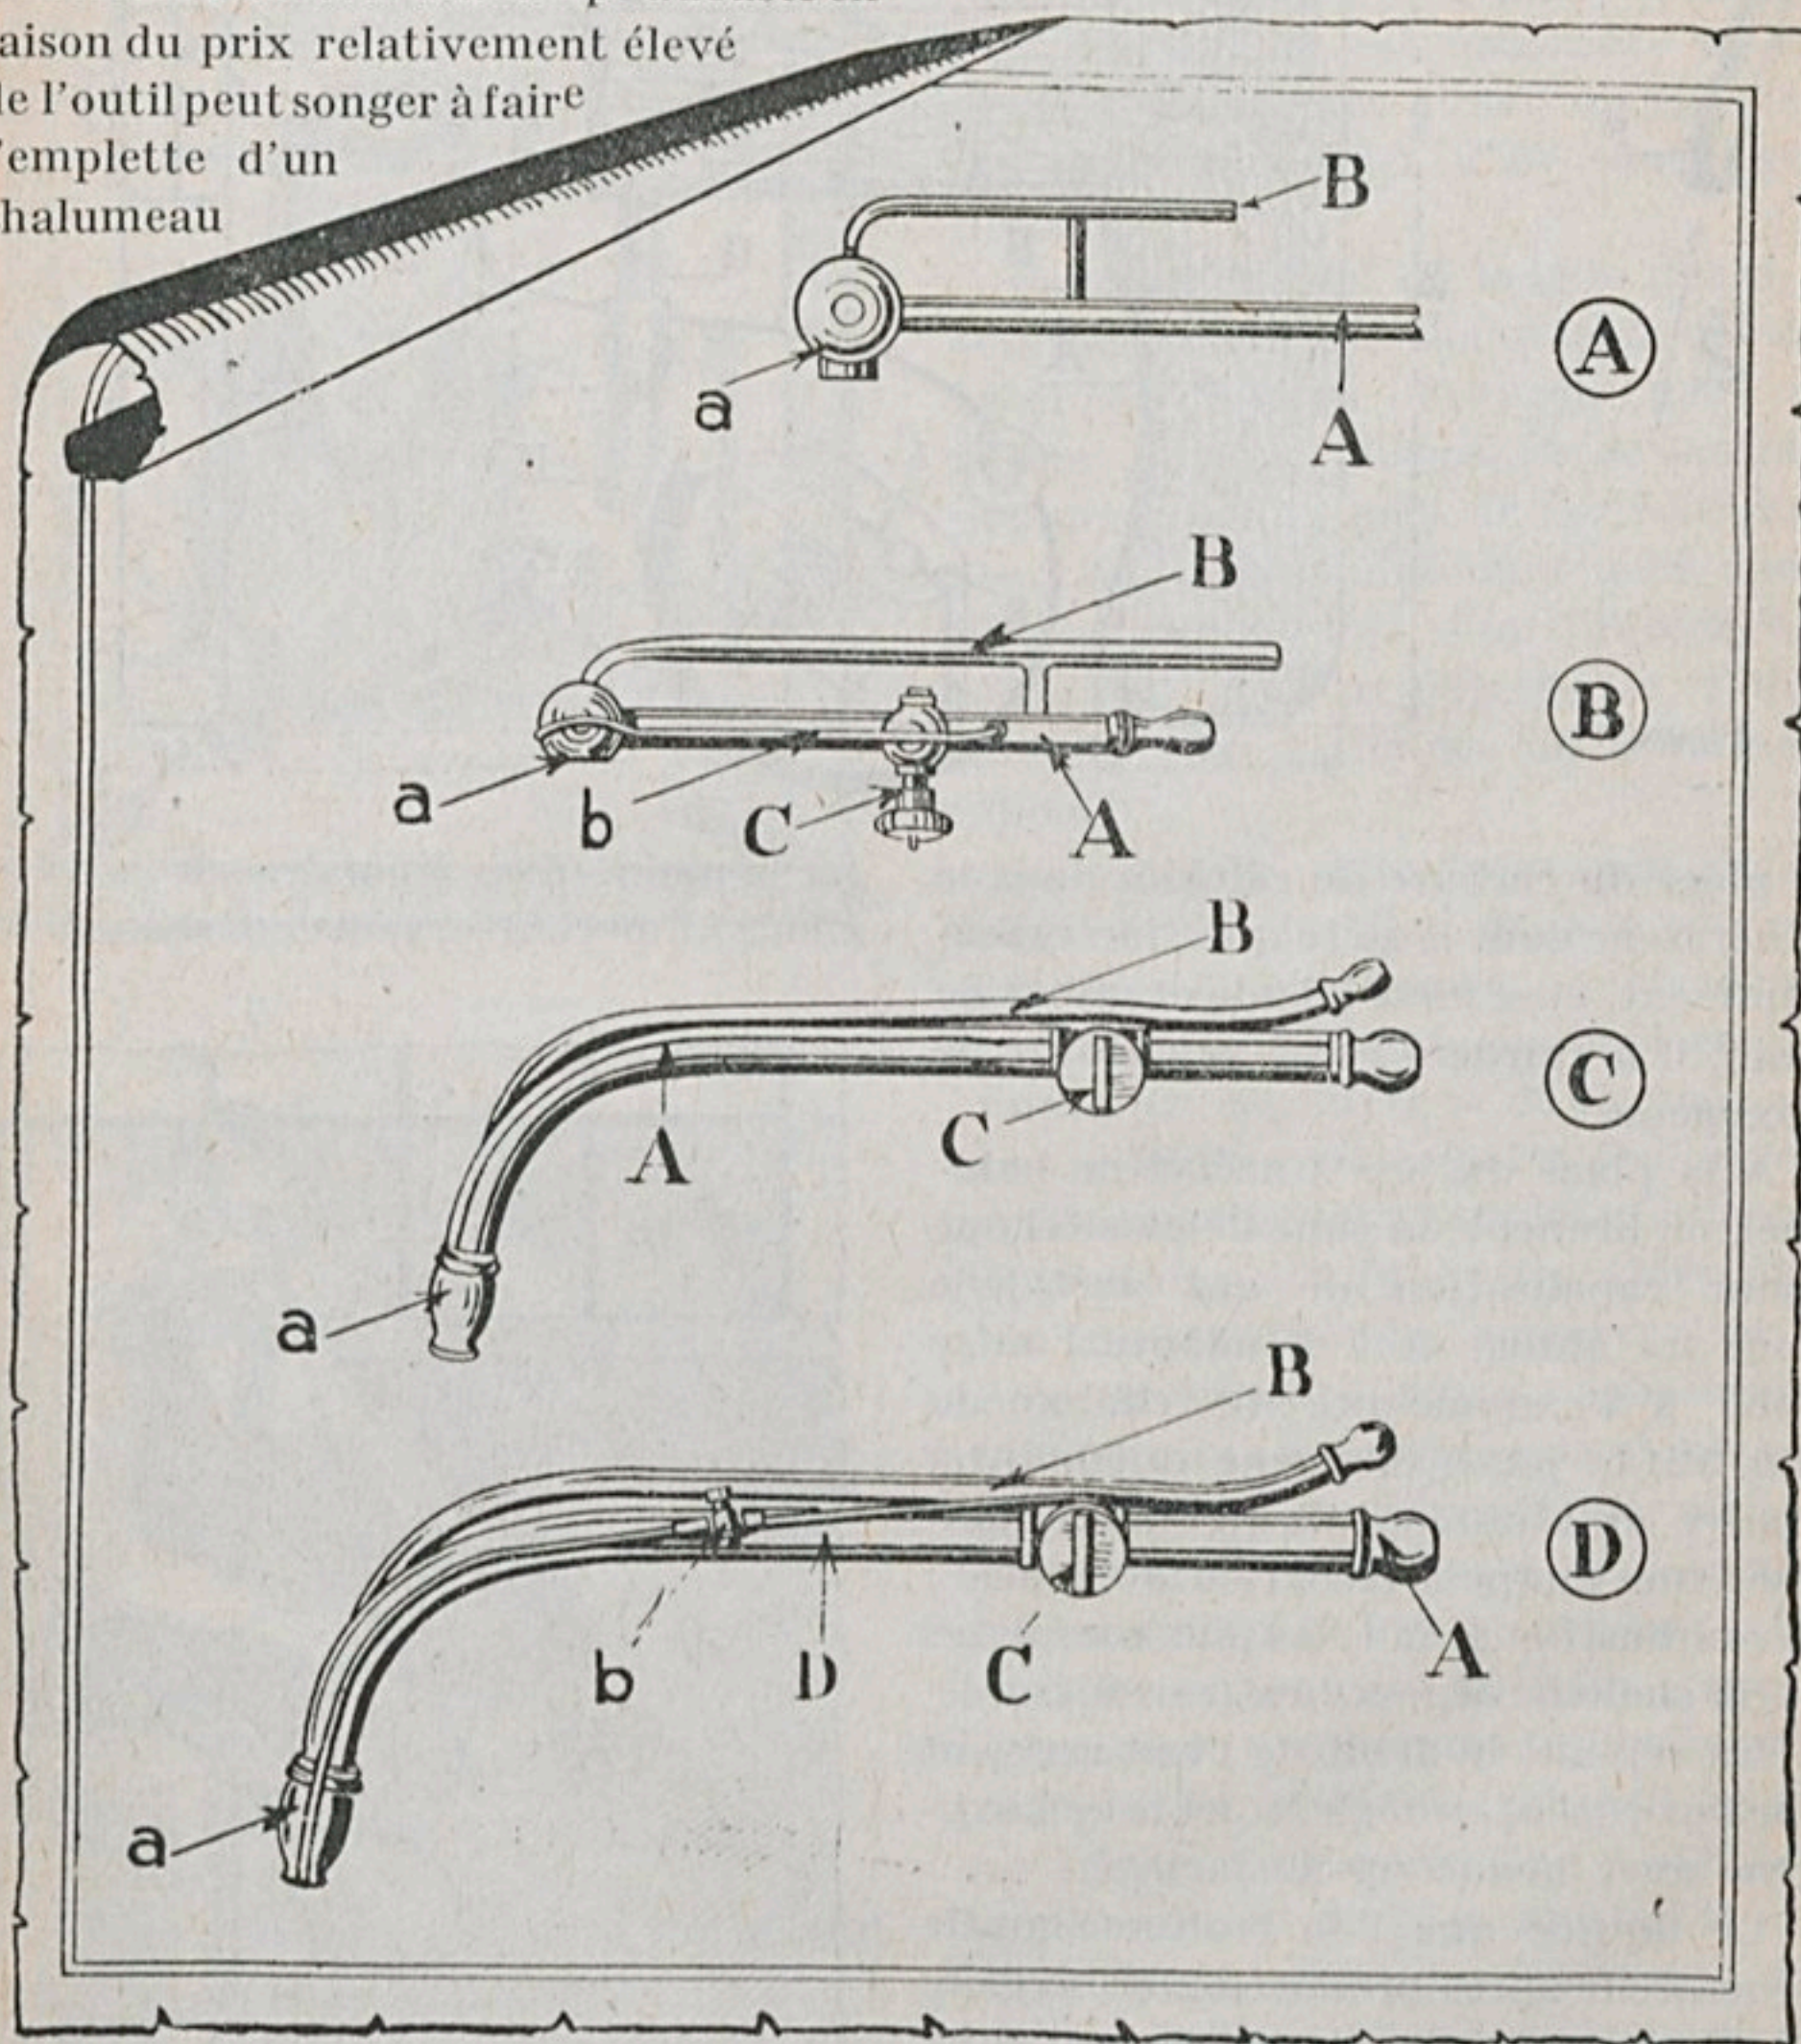

Figure 13
*Chalumeau à gaz de ville* — Un chalumeau à gaz se compose d'une tubulure principale A (fig. 13 A, B, C, D), mise en communication avec la canalisation d'air comprimé. Le tube B, qui peut être séparé de A sur la plus grande partie de son parcours (voir A et B), ou accolé à ce dernier (voir B et C), amène le gaz lequel vient se mélanger à l'air près de l'extrémité d'où part la flamme. Les modèles A et B conviennent encore pour les petits travaux de bijouterie ; les modèles C et D sont réservés aux brasages plus importants. Les uns n'ont pas de veilleuses (voir A et C), tandis que d'autres (voir B et D) comportent une tubulure auxiliaire D avec robinet b permettant la marche au ralenti pendant les arrêts de courte durée ; l'extinction du chalumeau a étant commandée par un pointeau principal C ; ceci permet une certaine économie de gaz.